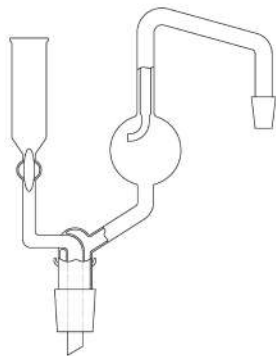

Рис. 61. Насадка для отгонки азота
5. **Насадка для отгонки азота** (рис. 61) применяется в качестве соединительного элемента для сборки приборов, аппаратов и установок. Изготавливаются из стекла.